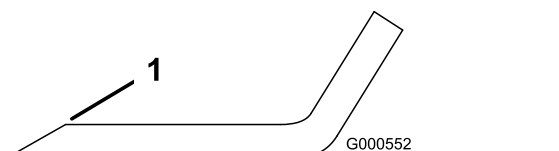

Figure 53
1. Au moyen d'une lime, aiguissez les tranchants aux deux extrémités de la lame (Figure 53).
Remarque: Si la lame est déséquilibrée, limez un peu l'extrémité de la partie relevée seulement (Figure 53).